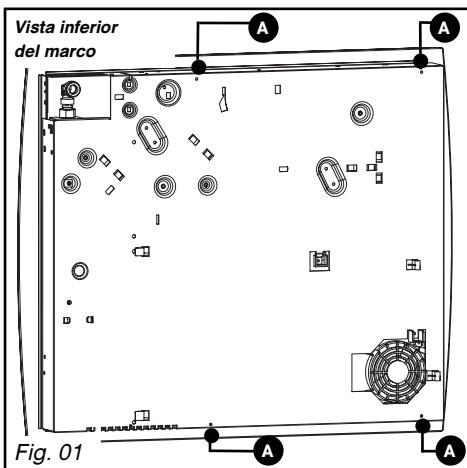
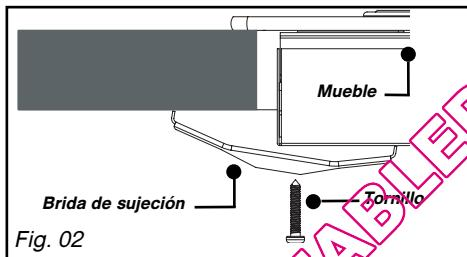

Fig. 01
Fig. 02
el aparato, para asegurarse de que quede bien estanco entre el cajón y la encimera, es necesario pegar la junta que se incluye en la bolsa (Fig. 02).
– Si lo desea, puede inmovilizar la placa utilizando bridas de sujeción que vienen incluidas con sus correspondientes tornillos (Fig. 02) que se fijan a las esquinas del marco. **Utilice siempre los orificios previstos para ello como muestra el dibujo (Fig. 01).**